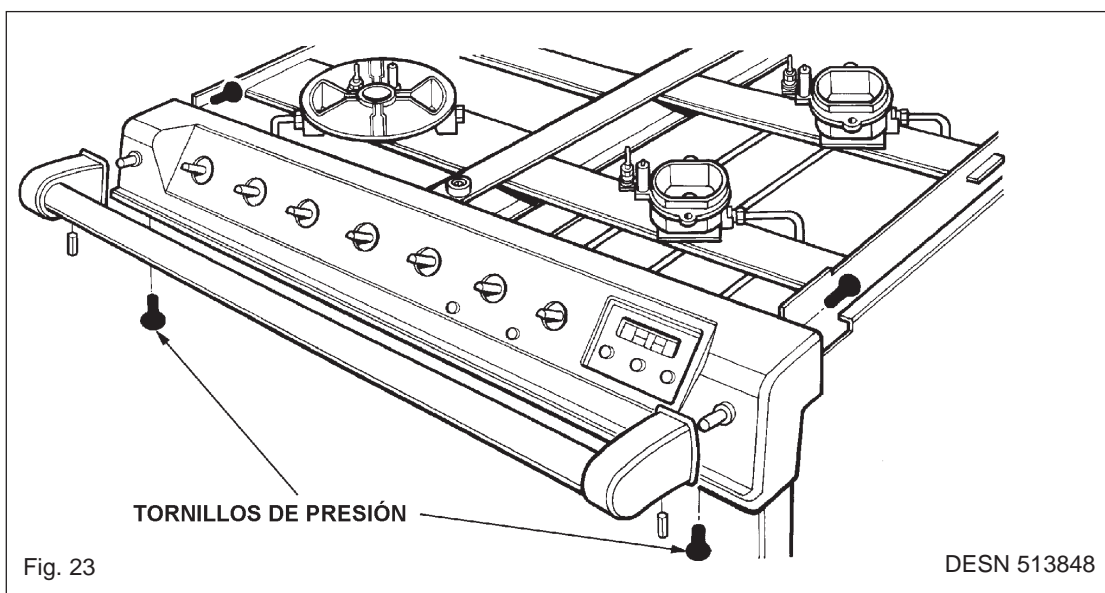

Fig. 23
4. Retirar los tornillos de fijación del panel de control (4) (véase Fig.23). Al retirar los tornillos, sujetar la pieza fundida.